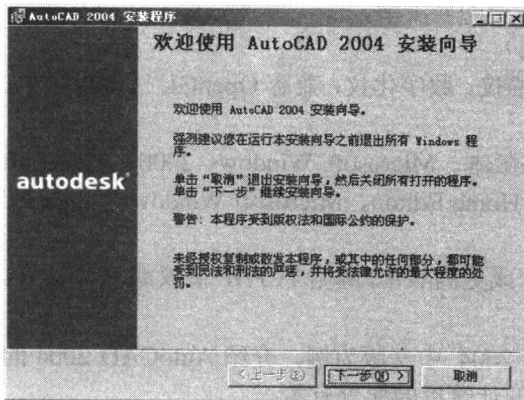

图 1-2 欢迎界面
- ③ 单击其中的“安装”标签，将打开如图 1-2 所示的“欢迎使用 AutoCAD 2004 安装向导”窗口。